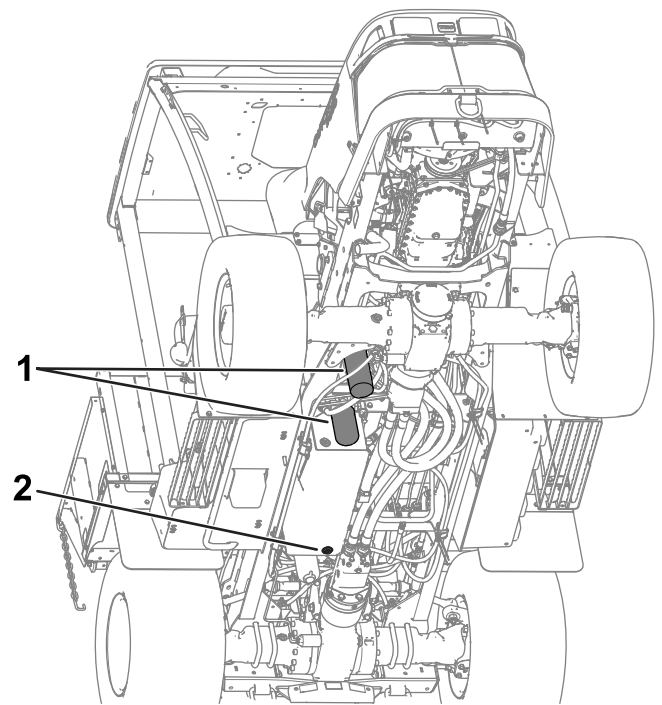

Figura 124
5. Retire el tapón de vaciado de la parte inferior del depósito y deje que se drene el fluido hidráulico al recipiente (Figura 124).
8. Coloque un recipiente de vaciado debajo del filtro y retire el filtro (Figura 124).